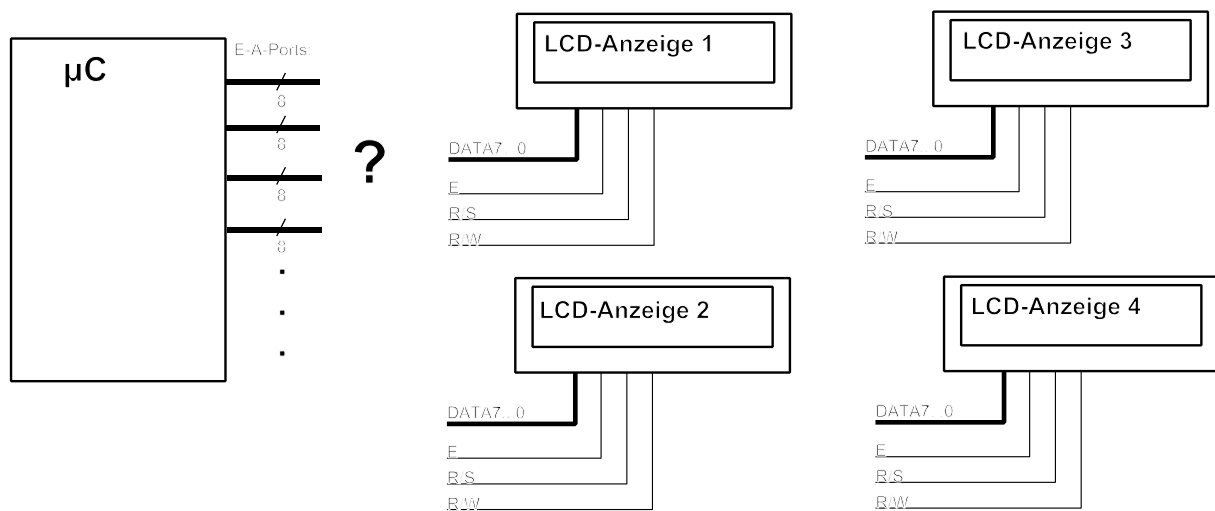

Abb. 8 Diese vier LCD-Anzeigen sind an den Mikrocontroller anzuschließen
23. An einen Mikrocontroller sind vier LCD-Anzeigen mit 8-Bit-Schnittstelle anzuschließen (Abb. 8). Skizzieren Sie eine entsprechende Schaltungsanordnung. Wir nehmen an, der Mikrocontroller habe genügend viele universelle E-A-Ports zu jeweils 8 Bits. Versuchen Sie jedoch, einerseits mit möglichst wenigen Anschlüssen auszukommen, andererseits aber zusätzliche externe Schaltmittel zu vermeiden. Elektrische Fragen (Leitungslänge usw.) sollen keine Rolle spielen.